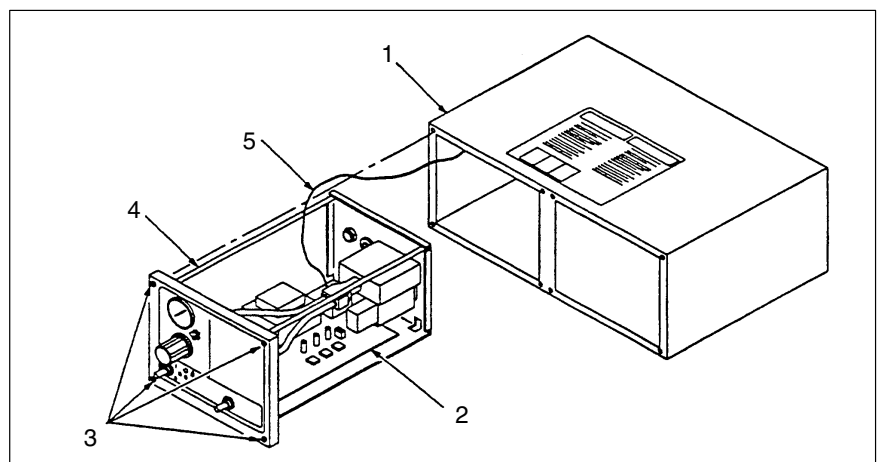

Abb. 6-1 Ausbau des Steuermoduls aus dem Gehäuse
2. Siehe Abb. 6-1. Lösen Sie die vier Befestigungsschrauben (3), mit denen das Steuermodul (4) im Gehäuse (1) befestigt ist.